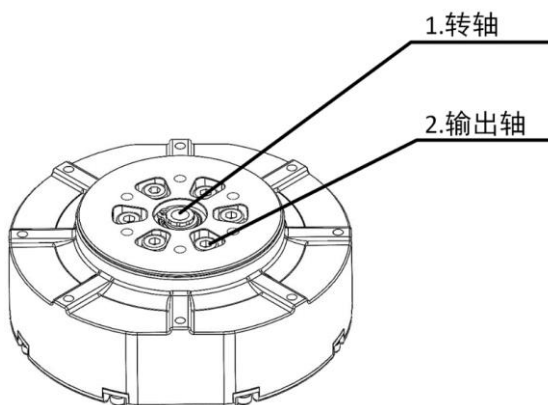

图 4 电机输出端
- 此处需要特别注意的是, 给电机发送的命令都是针对减速器之前的电机转子, 即图 4 中的转轴 1。而不是经过减速之后的输出轴 2。所以在进行实际控制的过程中, 一定要注意考虑电机的减速比。在 GO-8010-6 的电机中, 减速比为 6.33。